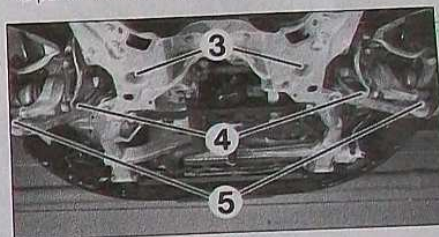

FIG. 10
- les deux fixations de crémaillère (3) (Fig.10).
- la fixation inférieure de barre stabilisatrice (4).
- la fixation (5) de triangle.